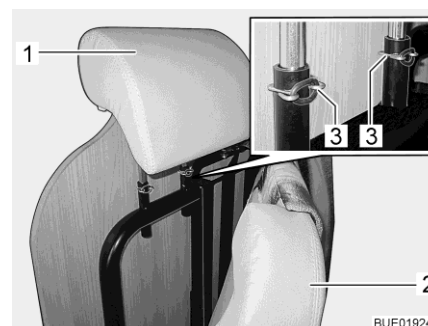

Fig. 12 Regolazione poggiatesta
Prima della partenza, regolare il poggiatesta (Fig. 12,1) in modo che la nuca poggia all'altezza delle orecchie.
- Ribaltare in avanti il cuscino (Fig. 12,2).
- Rimuovere i fermagli di sicurezza (Fig. 12,3).
- Tirare verso l'alto i poggiatesta (Fig. 12,1) o spingerli verso il basso finché non si innestano nella posizione desiderata.